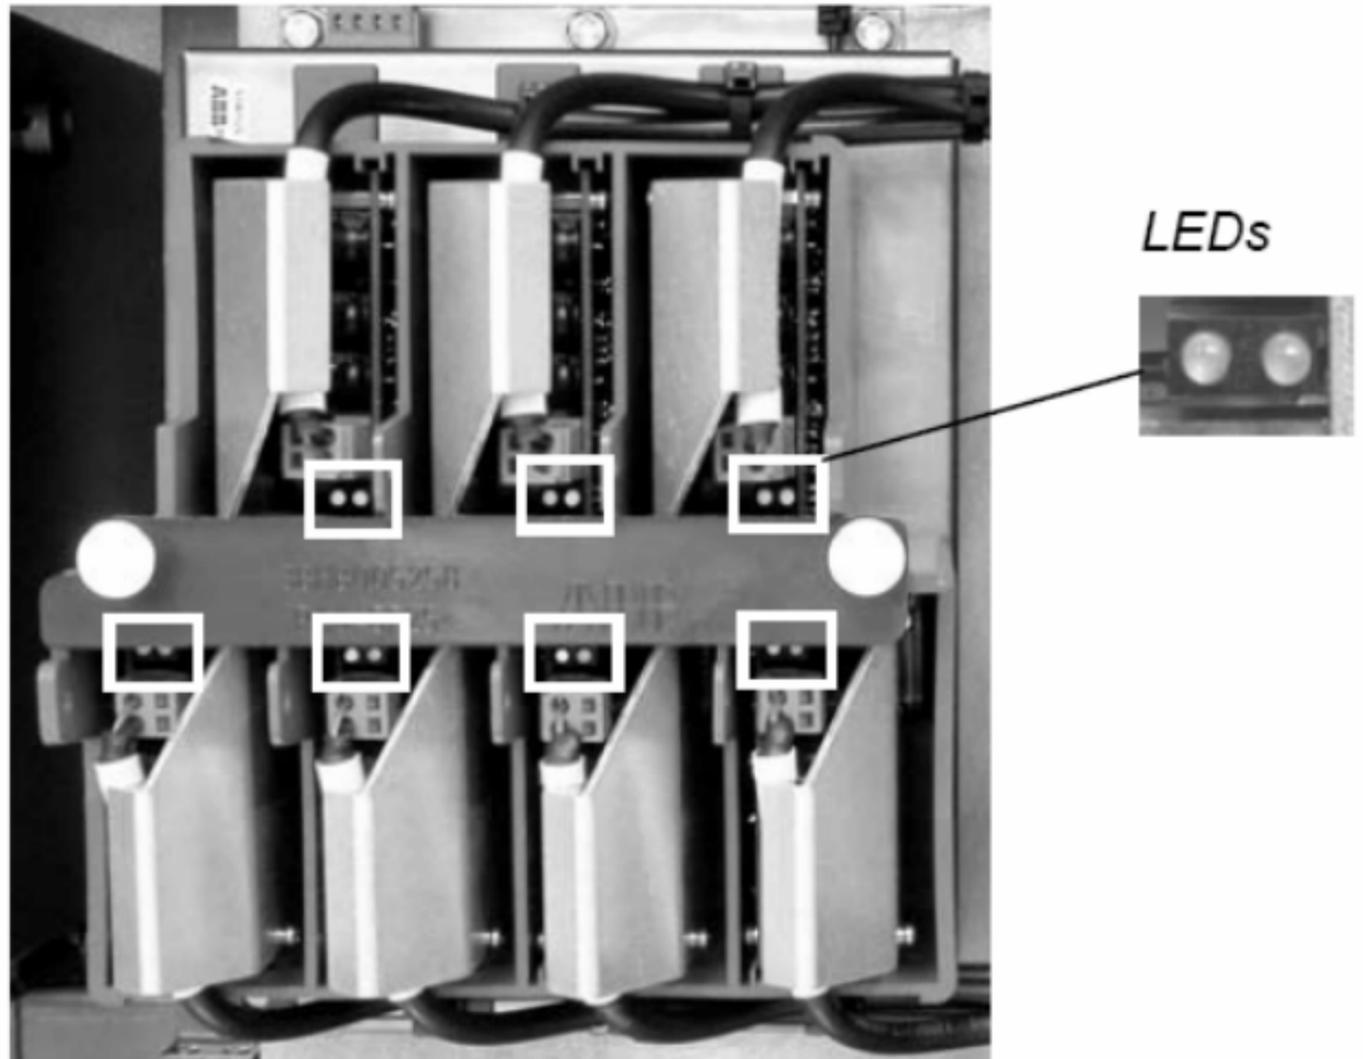

图 3.1 GUS 单元
- 3 检查 GUS 中所有 LED 灯的状态（如图 3.1）